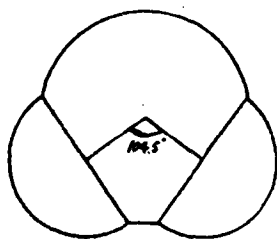

图 1.1 水分子模型
(3)组合:将加工好的大球球缺与小球球缺按图 1.1 组合。先在待接的两个球缺底面上钻两两对应的四个小孔,孔内灌注上述泥质的泥浆,插入木棍,底面之间涂以粘合剂(乳胶或浆糊),对接起来,固定,在室温下晾干。作氧原子用的球上涂以蓝色油漆,作氢原子用的球上涂以绿色油漆。